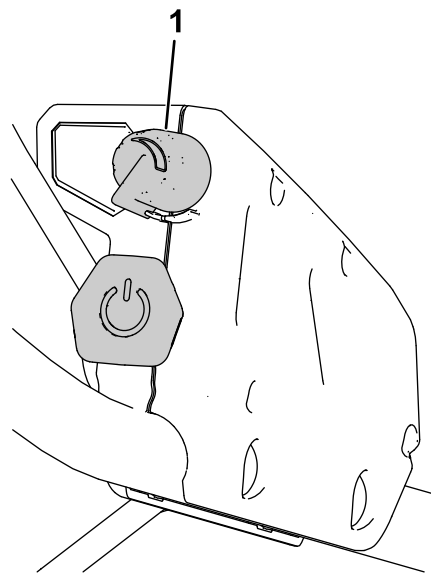

Figure 15
**Remarque:** Pour régler la vitesse de déplacement, réglez le bouton de commande de vitesse (Figure 15).